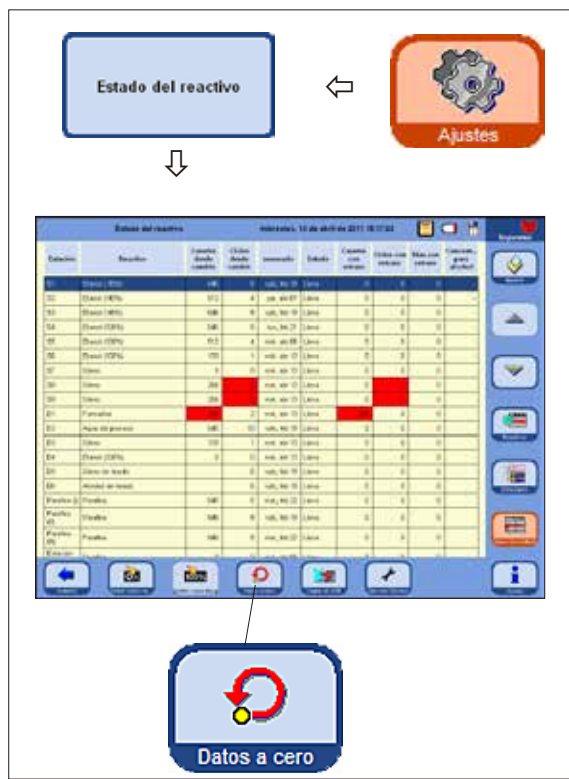

Fig. 175
- Al introducir la botella del sistema tener siempre cuidado de que la tuerca de retención (35) esté bien apretada y que las boquillas de conexión (65) estén correctamente encajadas en la pared trasera.
- A continuación, en la ventana **AJUSTES** pulsar el botón **ESTADO DEL REACTIVO** para acceder a la tabla del mismo nombre (fig. 175).
- Aquí, seleccionar la línea correspondiente y poner los datos a cero mediante la tecla **DATOS A CERO** (fig. 175).